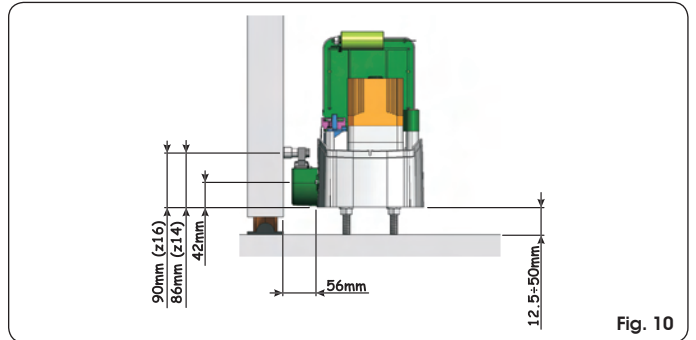

Fig. 10
- ③ Stel de hoogte van de aandrijving en de afstand tot de poort in, zie de maten van Fig.10